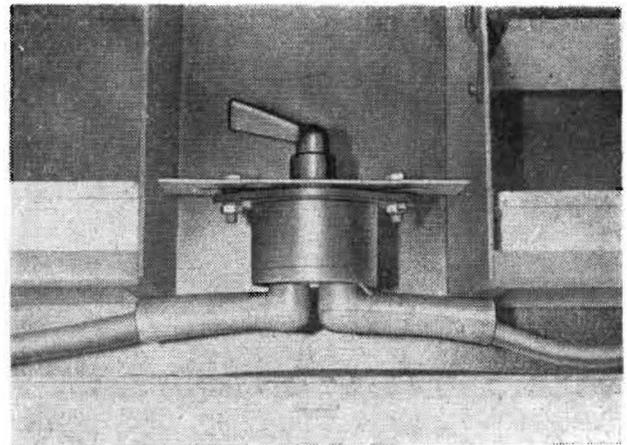

Bild 5/1
1. Batterieauptschalter (im Batteriekasten) wird eingeschaltet (Bild 5/1)